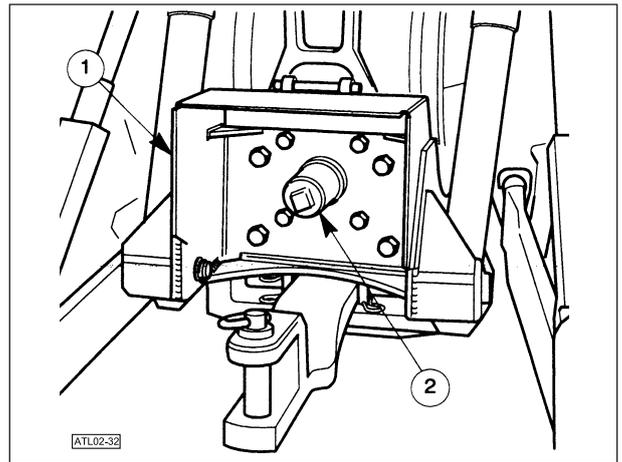

Abb.2-32
- Sicherstellen, dass die Schutzbleche der Zapfwelle (1) einwandfrei positioniert sind und die Abdeckung des Wellenstummels (2) bei Nichtverwendung der Zapfwelle montiert ist (Abb.2-32).